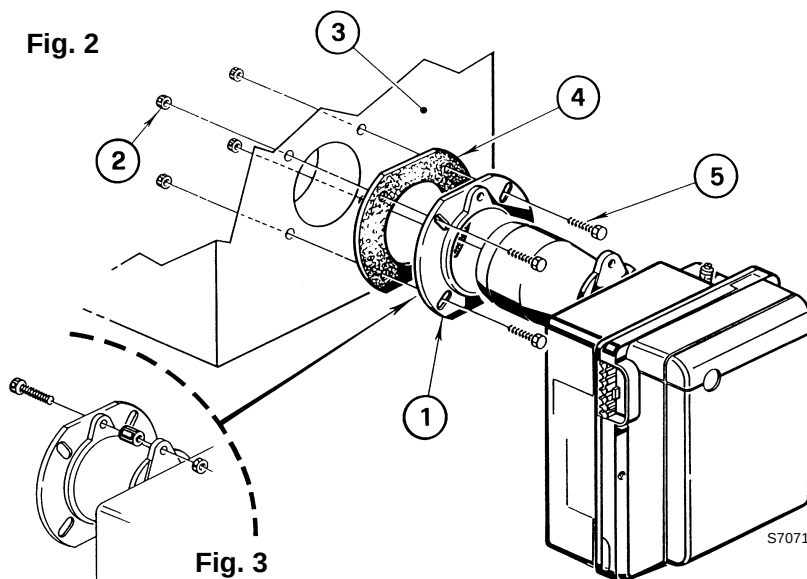

Fig. 4
- Elargir, si nécessaire, les trous dans le joint isolant (4, fig. 4).